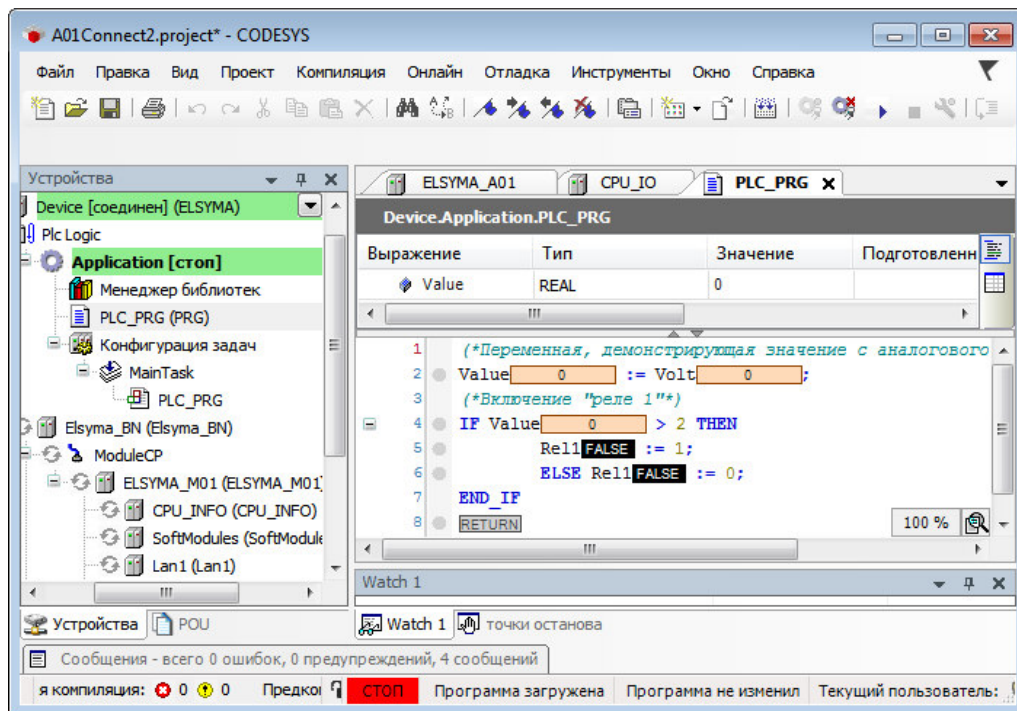

Рисунок 5.12 - Редактор POU. Загрузка задачи в контроллер
1. Перейти в редактор **POU** на закладку **PLC\_PRG** и подключиться к контроллеру, выбрав команду **Логин** в меню **Онлайн** или нажав клавиши **[Alt]+[F8]**. На вопрос о загрузке задачи в контроллер следует нажать кнопку «Да». В строке статуса программы *CoDeSys* отображается состояние **СТОП** (рисунок 5.12).